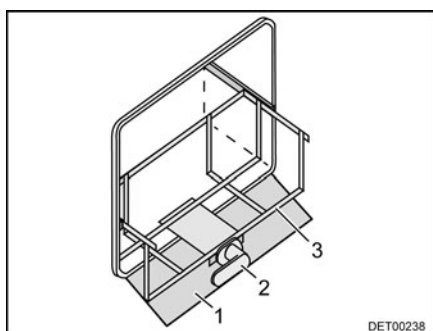

Fig. 121 Compartiment à gaz
- Si une tôle de protection (Fig. 121,1) est présente, la rabattre vers le bas.
- Déverrouiller le coulisseau (Fig. 121,3) au moyen de la poignée (Fig. 121,2).
- Retirer à fond le coulisseau (Fig. 121,3).
- Faire revenir la poignée (Fig. 121,2) dans sa position initiale.
- Enfoncer à fond le coulisseau (Fig. 121,3) et faire revenir la poignée (Fig. 121,2) dans sa position initiale.
- Si une tôle de protection (Fig. 121,1) est présente, la rabattre vers le haut.